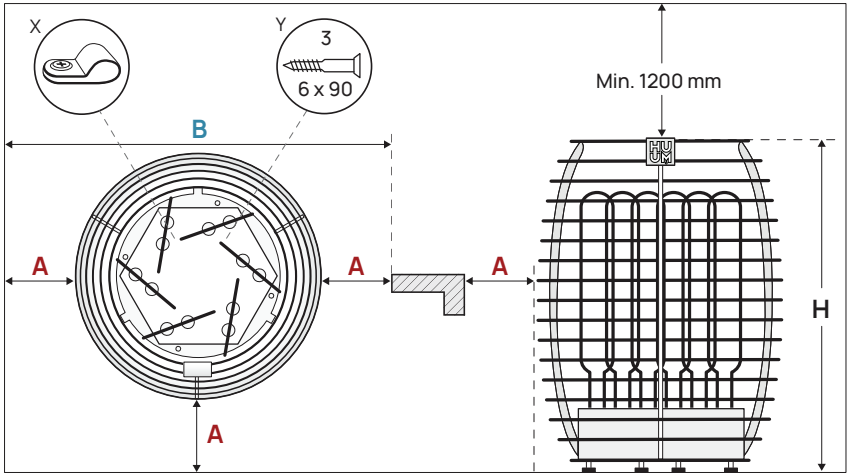

Abbildung 1 Platzierung des Saunaofens
- Überprüfen Sie, ob an der Einbaustelle des Saunaofens die minimalen Sicherheitsabstände eingehalten worden sind? Die minimalen Sicherheitsabstände der Decke der Schwitzstube und der Wände finden sie in der **Tabelle 1** und in der **Abbildung 1**.